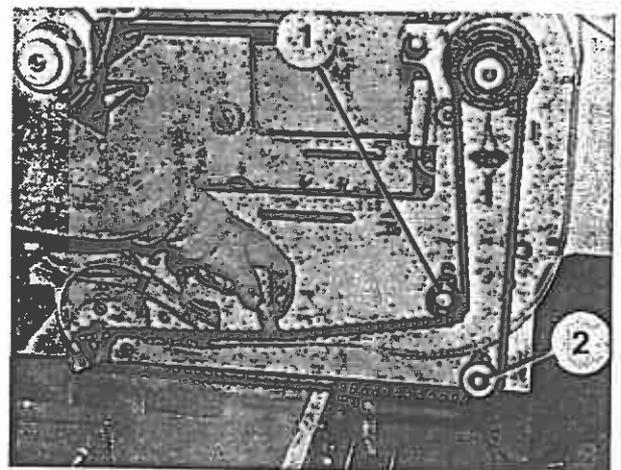

Bild 57
2. Kette von Hand durchdrücken (Bild 57); sie muß sich 1...2 cm durchdrücken lassen, ggf. Kettenspannung berichtigen.